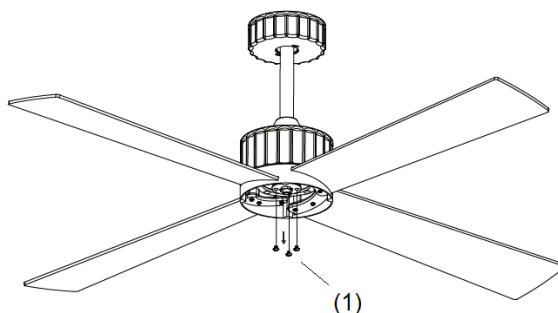
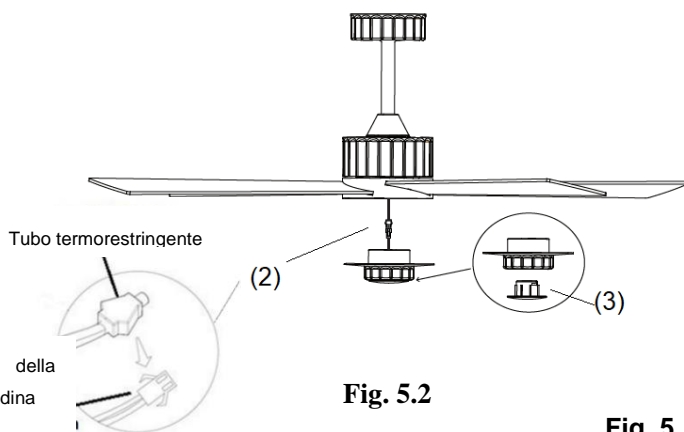

Fig. 5.1
Fig. 5.2
- Allentare le 3 viti (1) dal gruppo ventilatore. (Fig. 5.1)
- Rimuovere il tubo del dissipatore di calore sul connettore rapido (2) del kit luce, quindi collegarlo al gruppo ventilatore.
- Rimuovere la copertura inferiore (3). (Fig. 5.2)